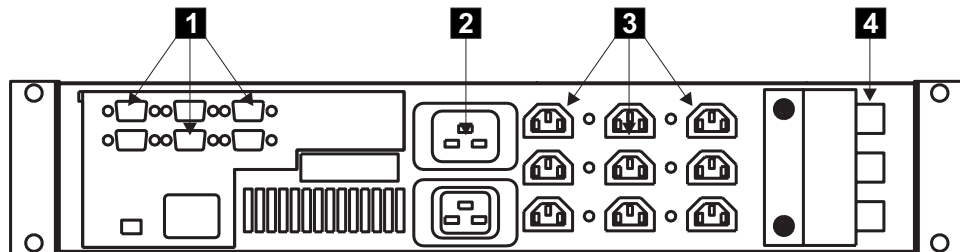

図 290. 2145 無停電電源装置 (背面図)
2. 2145 無停電電源装置 (図 290) の背面の SAN ポリウム・コントローラーの電源ケーブル **3** を切り離します。
3. シグナル・ケーブル (図 290 の **1**) を取り外します。
4. 主電源ケーブル (図 290 の **2**) を切り離します。